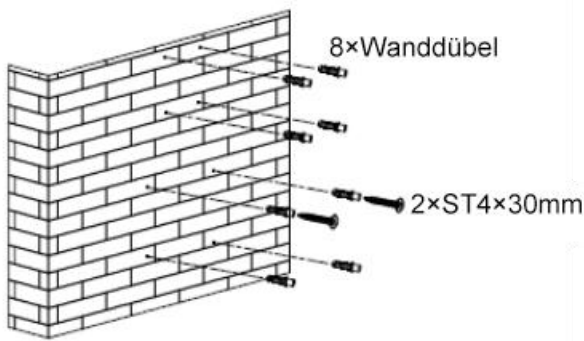

Bild 2
4. Nachdem Sie die Installationshöhe der Dunstabzugshaube bestimmt haben, bohren Sie acht  $\phi$  8-Löcher und setzen Dübel für die Haube, den Innenkaminhalter und das Sicherheitsloch entsprechend der Haubengröße ein. Bringen Sie dann zwei Befestigungsschrauben ST4×30mm an der Wand an. Achten Sie darauf, dass die Dunstabzugshaube waagrecht ausgerichtet ist und ein Abstand von 2-3 mm zwischen den Schrauben und der Wand zum Aufhängen der Haube eingehalten wird. Siehe Bild 2.